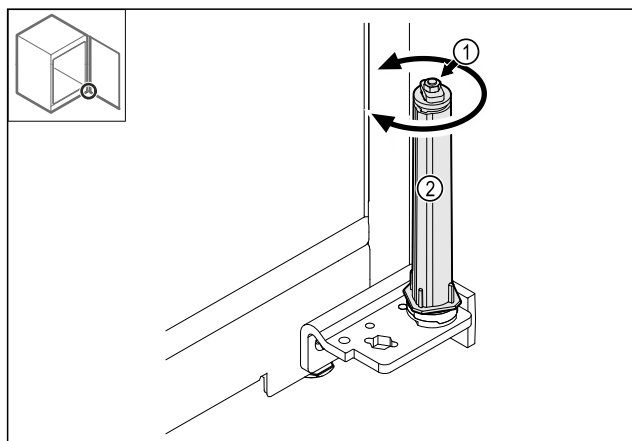

Fig. 36
- ▶ Ikke demonter skruforbindelsen Fig. 36 (1) til låsesystemet.
- ▶ Drei låsesystemet Fig. 36 (2), til det klikker.